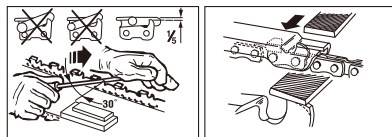

Rys. 21
**OSTRZENIE ŁAŃCUCHA** - Podziałka łańcucha (Rys. 21) to  $3/8''$  LoPro x 0,050". Do ostrzenia łańcucha należy zakładać rękawice ochronne i używać do ostrzenia okrągły pilnik  $\varnothing 5/32''$  (4mm). Krawędzie tnące należy zawsze ostrzyć ruchami do zewnątrz (Rys.22), zachowując wartości podane na Rys. 21.